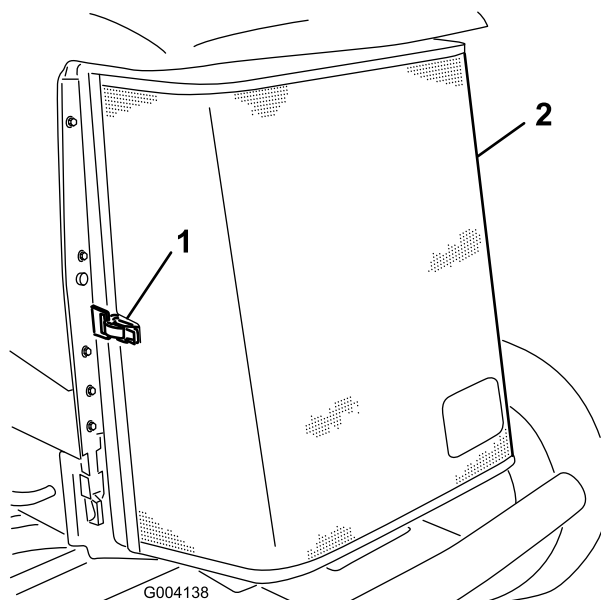

Figura 49
3. Sbloccate il morsetto e aprite la griglia posteriore (Figura 49).